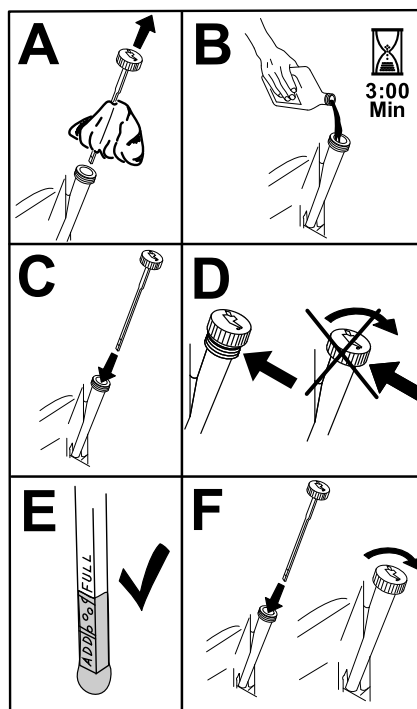

Figura 46
5. Deite cerca de 80% do óleo especificado no tubo de enchimento e adicione lentamente o óleo adicional para atingir a marca **Cheio** (Figura 46).